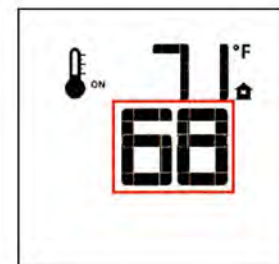

Figure 51. Modifier le réglage de température.
- Pour modifier le réglage de température, appuyez sur les touches fléchées «Haut» ou «Bas» jusqu'à ce que le réglage de température désiré soit affiché. Fig. 51.